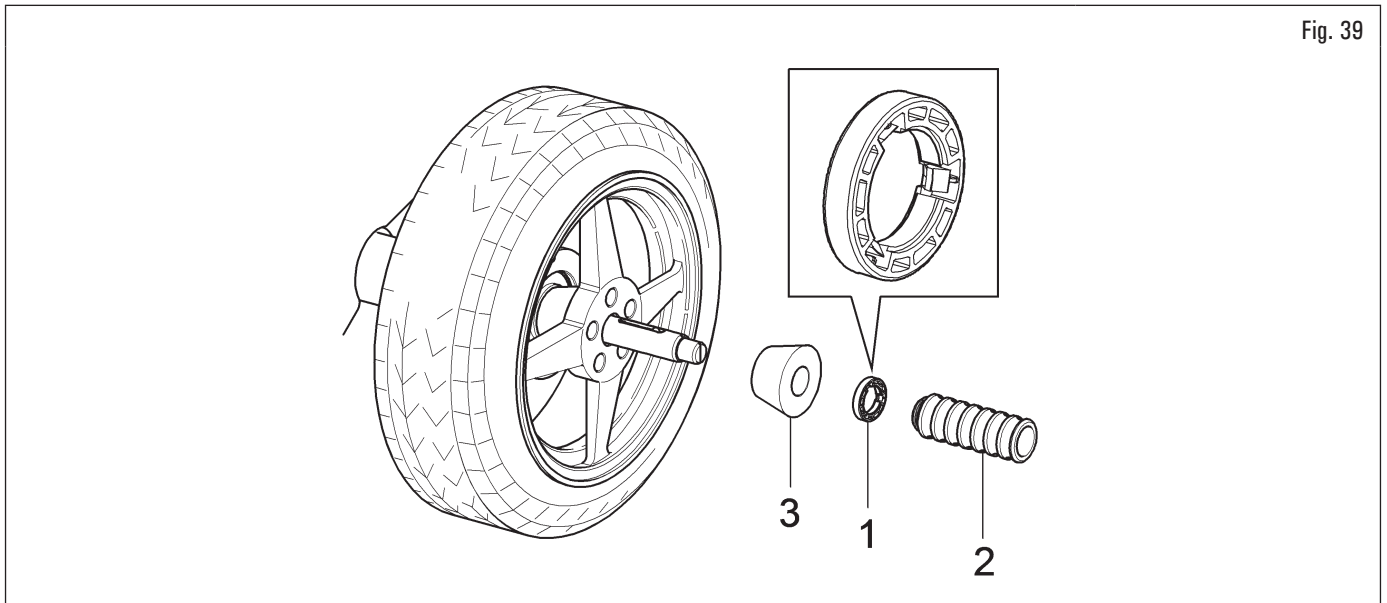

Fig. 39
4. choisir attentivement le cône (Fig. 39 réf. 3) approprié à la roue à équilibrer. Le choix de ces accessoires est lié à la forme de la jante. Monter le cône (Fig. 39 réf. 3) avec la partie plus étroite tournée vers la roue ;
5. introduire l'anneau presseur (Fig. 39 réf. 1) dans le manchon de blocage (Fig. 39 réf. 2) et porter tout contre la roue ;
L'anneau presseur (Fig. 39 réf. 1) doit être monté avec le côté des dents, ou déchargements, tourné vers le manchon (Fig. 39 réf. 2).